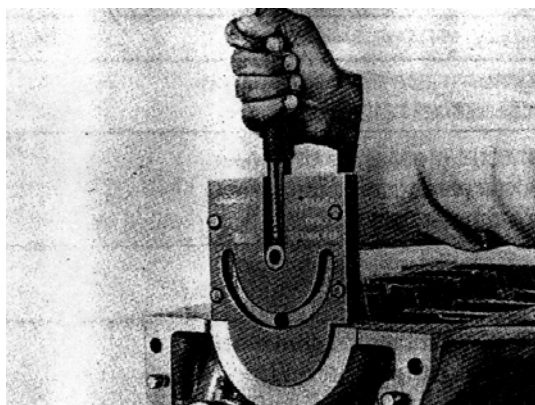

РИС. 49
2) Установите сальниковую набивку 7^{ого} коренного подшипника в блок цилиндров и крышку при помощи приспособления 2576 5890 0220 (рис. 49).